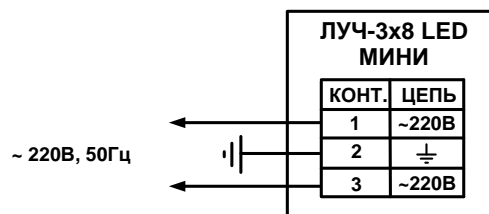

Рис. 1. Схема подключения
4.2. Подключение изделий должно выполняться в соответствии со схемой (рис. 1) при отключенном напряжении питания.